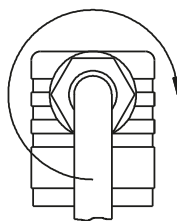

Fig. 5
- ↪ Poussez l'intérieur ⑧ jusqu'à encliquetage dans la boîte de raccordement ②.
- ↪ Enfichez la vis centrale dans la boîte de raccordement et serrez la presse-étoupe M16x1,5 (→ Fig. 5).